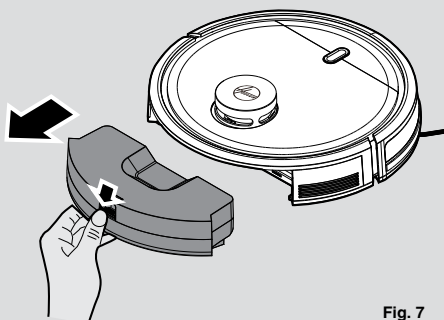

Fig. 7
2. Hvis der er behov for ekstra vedligeholdelse, skal du trykke på den udløste knap og derefter trække støvbeholderen ud. [Fig. 7]
1. Efter støvsugning, fjernes støvbeholderen ved at trykke på udløserknappen, hvorefter den trækkes ud. [Fig. 7]